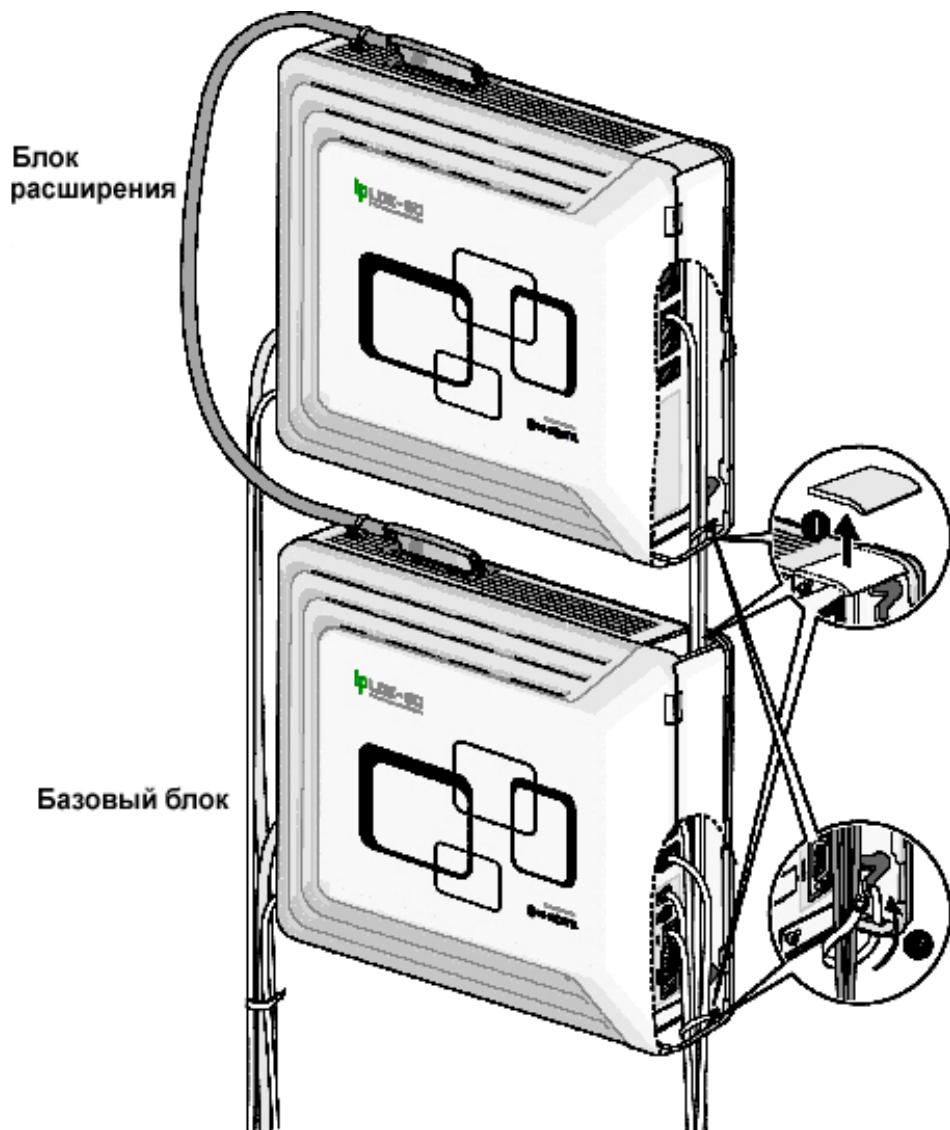

Рис. 5.2.1 Прокладка кабелей при настенном монтаже
2. Подсоедините кабели к порту CO/STA и к портам МОН/RS-232C как показано на Рис. 5.2.1.